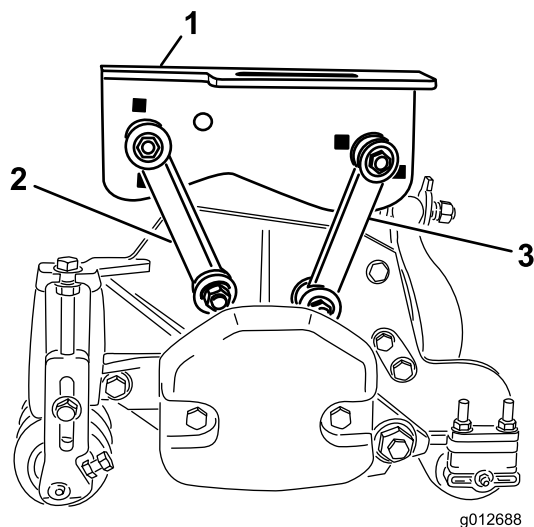

Рисунок 17
- Прикрепите передние монтажные тяги к отверстиям средних несущих рам с помощью болтов (3/8 x 2-1/4 дюйма), двух плоских шайб и контргаяк, как показано на Рисунок 17. Во время монтажа установите с каждой стороны тяги по шайбе. Затяните крепежные элементы с моментом 42 Н-м.
- Прикрепите задние монтажные тяги к отверстиям средних несущих рам с помощью болтов (3/8 x 2-1/4 дюйма), 2 плоских шайб и контргаяк, как показано на Рисунок 17. Установите шайбу с каждой стороны тяги при монтаже. Затяните крепежные элементы с моментом 42 Н-м.
- Прикрепите задние монтажные тяги к отверстиям задних несущих рам с помощью болтов (3/8 x 2-1/4 дюйма), двух плоских шайб и контргаек, как показано на Рисунок 17. Во время монтажа установите с каждой стороны тяги по шайбе. Затяните крепежные детали с моментом 42 Нм.